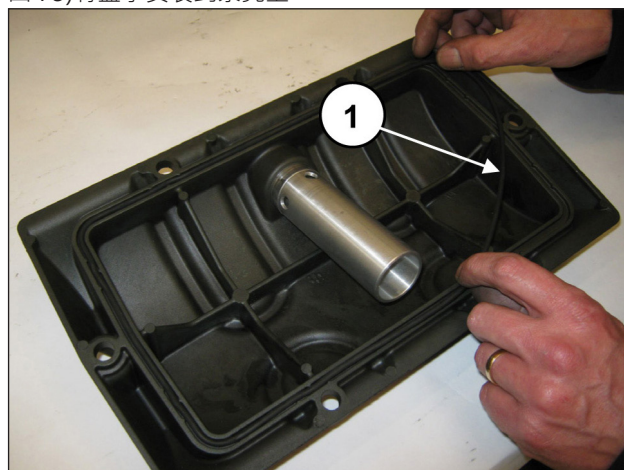
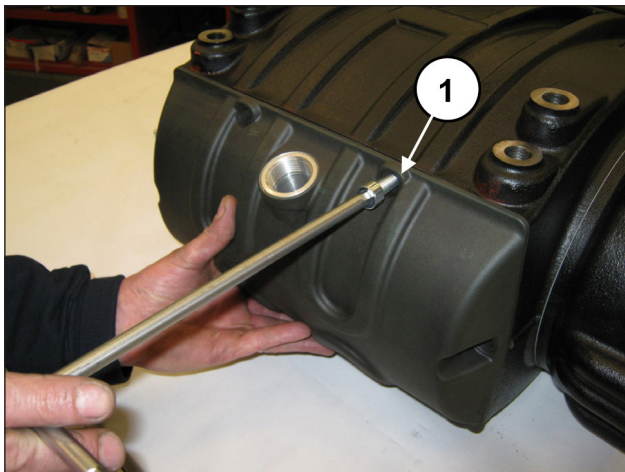

图 72
图 73
将O形圈插入后盖 (①, 图 72) 并使用6个M10x30螺栓 (①, 图 73)将盖子安装到泵壳上。